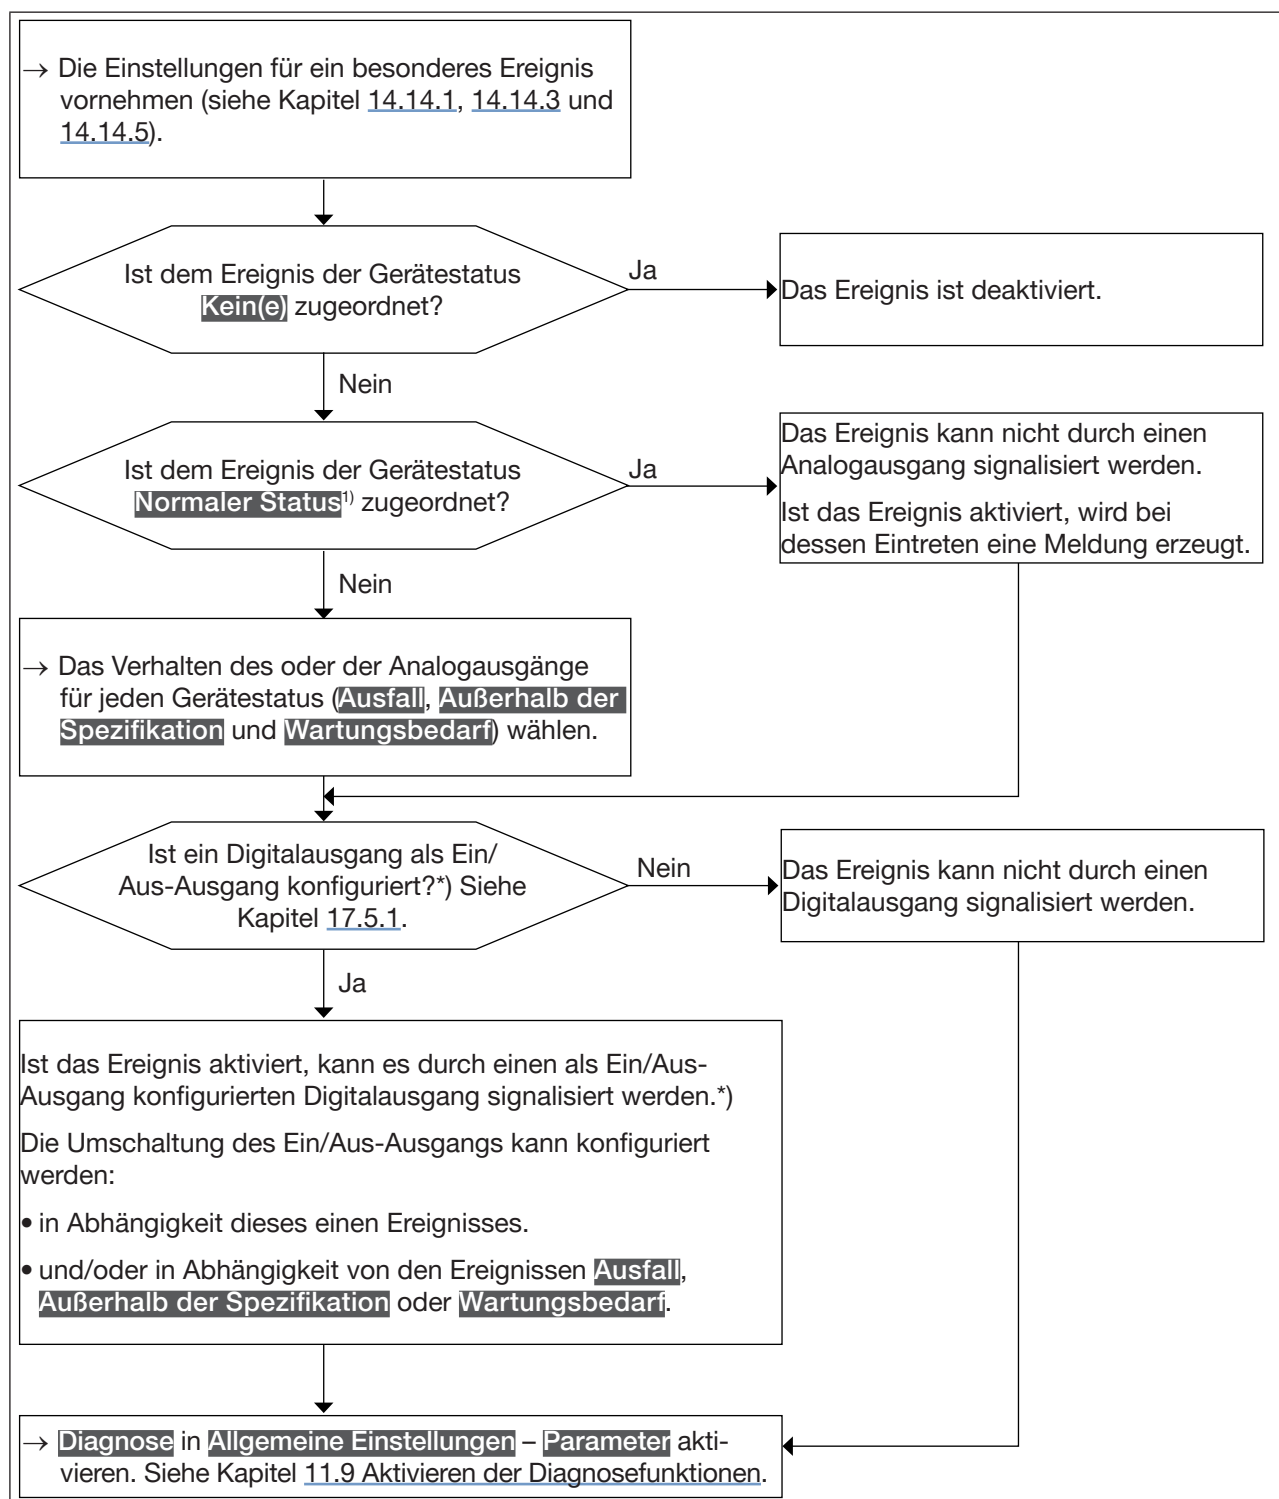

Bild 35: Flussdiagramm: Konfiguration der Diagnosefunktionen
- Um informiert zu werden, wenn im Prozess, am Sensor oder in der Elektronik ein besonderes Ereignis eintritt, die Diagnosefunktionen wie im Flussdiagramm in Bild 35 gezeigt konfigurieren.